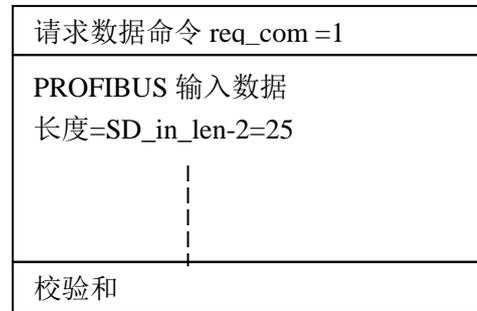

图 6-6-4 用户板判断 AB_status (D0)=1 发 req_com =1，接收格式 B
- ⑤ 实验板将发送 PROFIBUS 输入数据并请求 SE 接口将回答“输出数据报文 B”，即 req_com = 1。见图 6-6-4。
- ⑥ SE 接口板将回答“输出数据报文 B”，包括用户参数数据、AB_status (D7)=1、AB_status (D0)=1 见图 6-6-4、图 6-10-5。
- ⑦ 实验板得到用户参数（例 3 为 10 个字节）后实验板设置参数，并继续发送 PROFIBUS 输入数据并请求 SE 接口回答“输出数据报文 A”，且令 req_com = 0x20，清除用户参数更新标记 AB_status (D0)=1。见